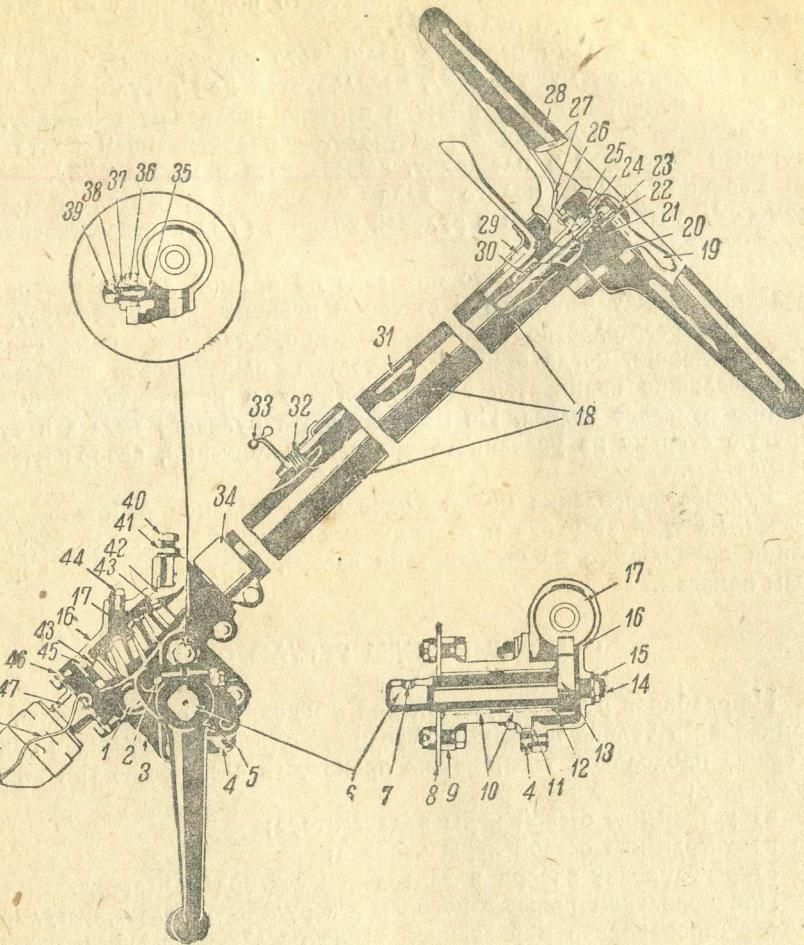
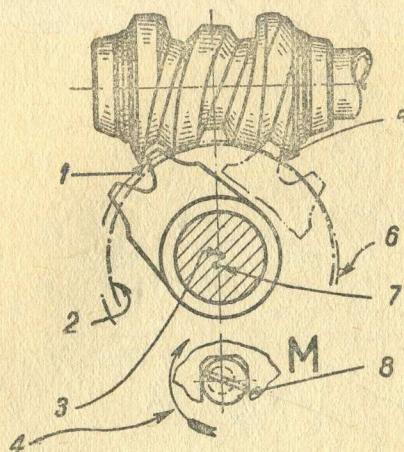

Рис. 33. Рулевое управление ГАЗ-А и АА.
Рис. 41. Поворот эксцентричной заклепки вправо.
Конструкция и взаимодействие частей рулевого механизма видны на рис. 33.
В случае обнаружения осевой игры, ее следует устраниить завертыванием упорного винта сектора (14 — рис. 33), находящегося на картере руля со стороны мотора, предварительно освободив его контргайку (15). Далее, проверив легкость хода рулевого колеса, надо затянуть контргайку и вторично проверить осевую игру вала сектора.
Для регулировки равенства зазоров в зацеплении при поворотах рулевого колеса на равные углы из его среднего положения в ту или другую сторону служит эксцентричная заклепка (4 — рис. 33); М (рис. 41 и 42). Поворотом в ту или другую сторону можно соответственно смещать ось сектора относительно линии середины червяка.
прямой дороге. Для этого, закрепив рулевое управление в тисках и сняв рулевое колесо, поворачивают червяк до отказа влево, а затем на $1\frac{1}{2}$ оборота вправо, поворачивая далее вал червяка так, чтобы широкочайшая канавка (25 — рис. 33) на его конце лежала в одной пло-
скости с регулировочным болтом (40 — рис. 33) и была направлена в его сторону.
необходимо слегка повернуть вправо (по часовой стрелке) эксцентричную заклепку, как указано на рис. 41.